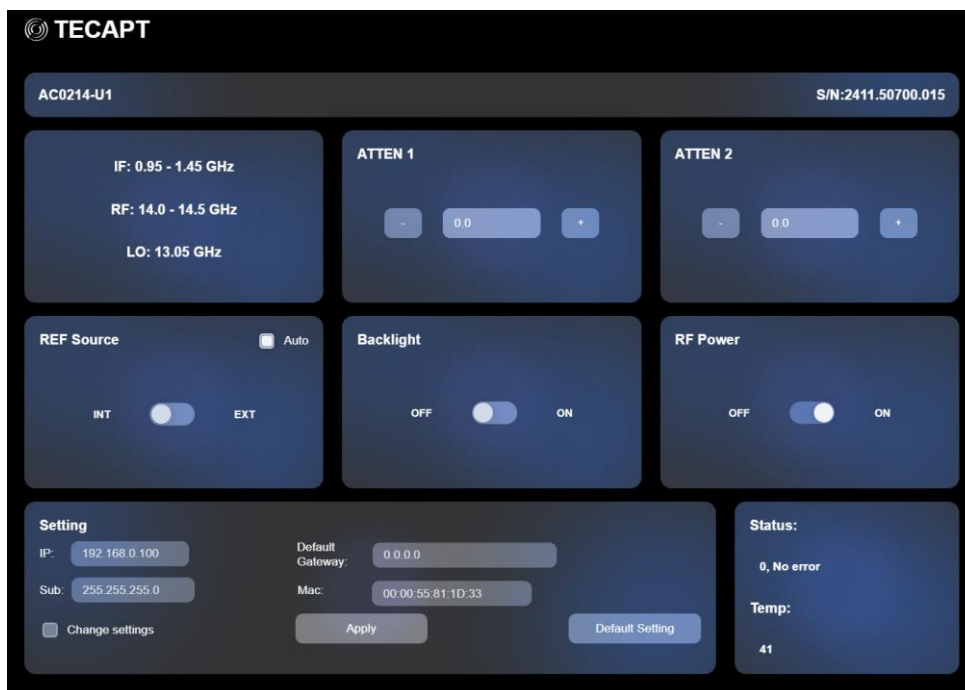

Рисунок 13 – Веб-интерфейс конвертера
2.3.3.2 После ввода в строке адреса откроется основное окно веб-интерфейса управления конвертером (рисунок 13).
2.3.3.3 На основной странице веб-интерфейса (рисунок 13) можно производить все основные настройки конвертера и контроль за его состоянием: